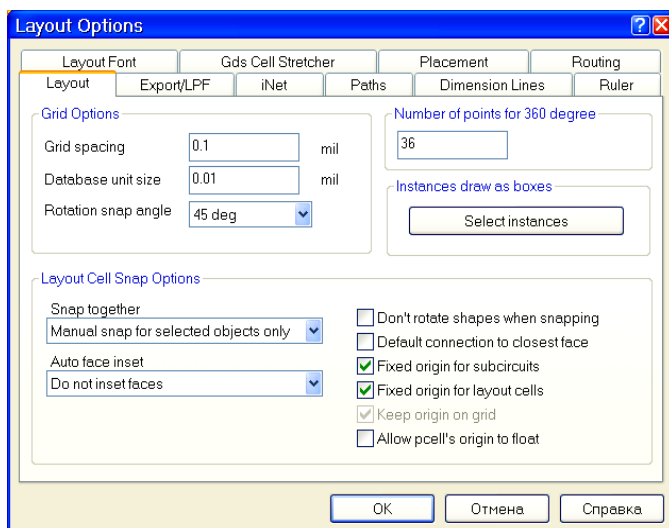

Рис. 5.36
- Выберите в меню **Options>Layout Options**. Откроется диалоговое окно **Layout Options** (рис. 5.36).